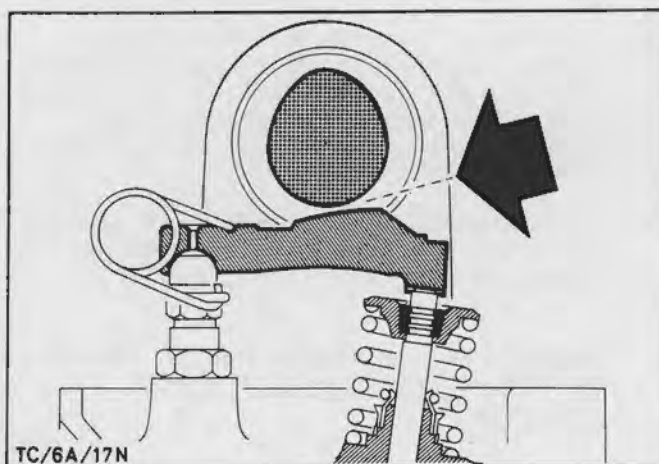

Fig.70. Kontrol af ventilspillerum
64. Juster ventilerne som beskrevet i rep. 21 213, Fig.70.